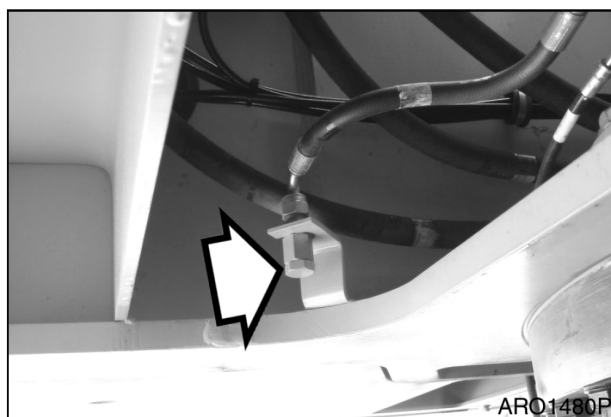

Рис. 23
5. Если уровень масла превышает отметку “H” на щупе, снять заглушку сливного отверстия (рис. 23) и слить излишек масла в соответствующую емкость.